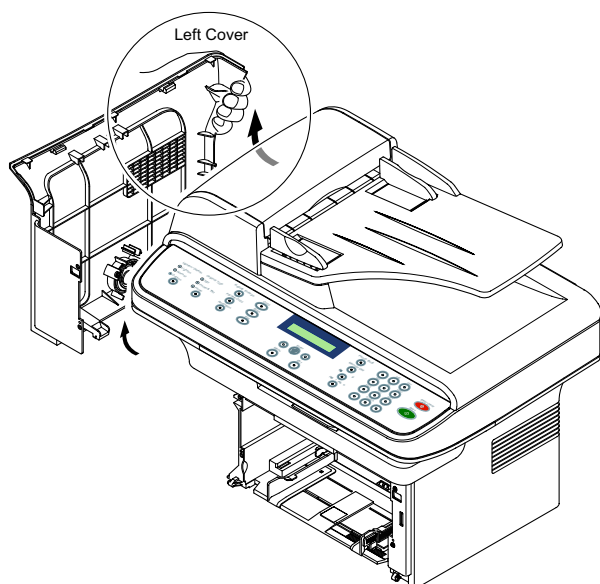

Рисунок 2
4. Слегка нажмите на заднюю часть левой крышки и потяните ее влево в направлении стрелки, рисунок 2.